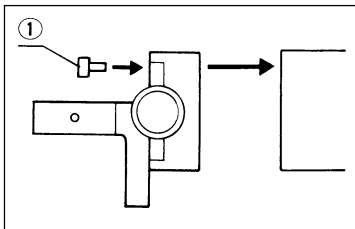

Abb. 3
- (1) Den Arm mit Hilfe der drei Sechskantschrauben ① sicher an dem Zubehöerteil befestigen (Abb. 3).